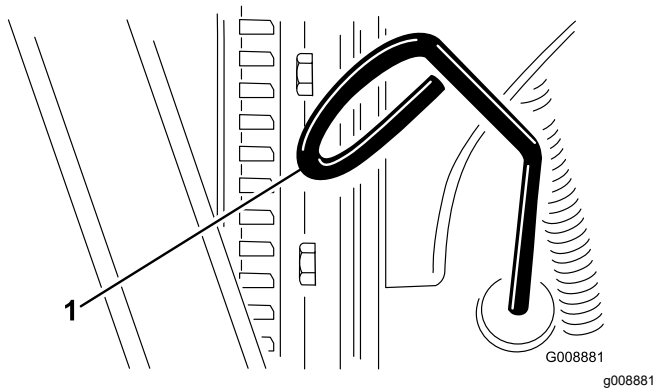

Figura 48
2. Retire a vareta (Figura 48) e limpe-a com um pano limpo.